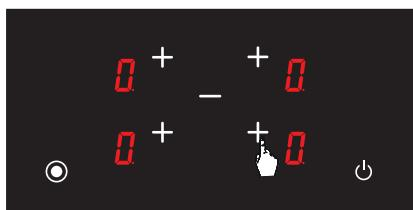

Рис. 18
3. Знову натисніть кнопку вибору передньої правої конфорки ( $+$ ) (Див. рис. 18).